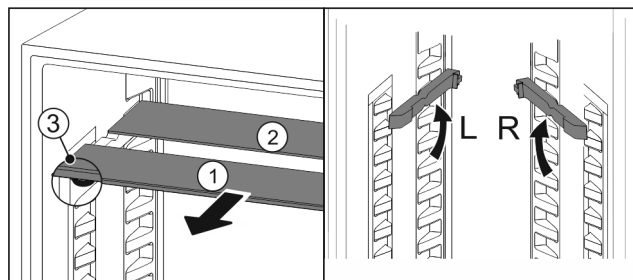

Fig. 105
- ▶ Wyciągnąć Fig. 105 (1) pojedynczo półki szklane do przodu.
- ▷ Płyta szklana Fig. 105 (1) z listwą ozdobną znajduje się z przodu.
- ▷ Stopery Fig. 105 (3) wskazują w dół.